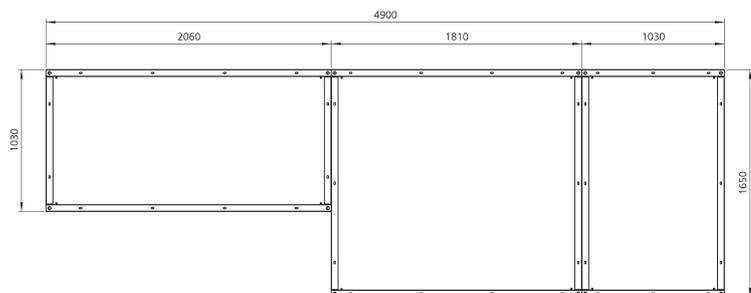

Abb. 2-1: KLIMANAUT 30 Rahmengerüst ohne Schalldämpfer
- Wird die Verschraubung des Geräts durch den Grundrahmen vorgenommen, beachten Sie die Abmessungen in Abb. 2-1 oder 2-2.